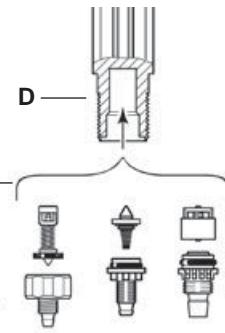

fig. 17
- Puxar para baixo para retirar o conjunto da válvula de aspiração (Fig. 17).
- Enxaguar abundantemente as diferentes partes com água limpa e montá-las de novo (Fig. 17).
- Montar novamente a válvula (Fig. 17-P) no corpo doseador (Fig. 17-D), empurrá-la até ao fundo.